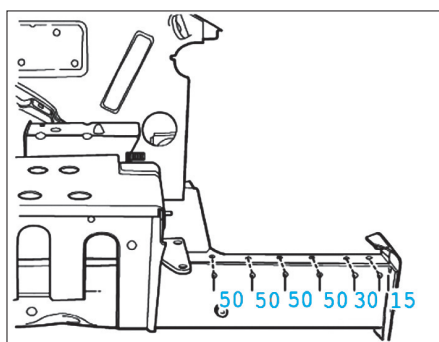

FIG. 10
- Les points de soudure doivent être disposés parallèlement. Les espacements indiqués doivent impérativement être respectés (Fig.10).